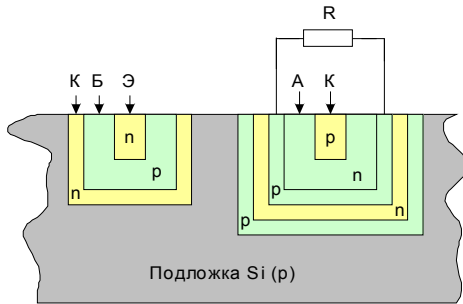

Рис. 151
**3) Элементы и компоненты полупроводниковых ИМС.** Основой полупроводниковой ИМС является подложка из кремния обычно р-типа проводимости. В основе изготовления полупроводниковых ИМС лежит диффузионно-планарная или эпитаксильно-планарная технология. Оба эти метода предусматривают создание внутри полупроводника (т. е. в подложке) островков с чередующимися слоями р- и n-типа проводимости (смотрите рис. 151, 152).